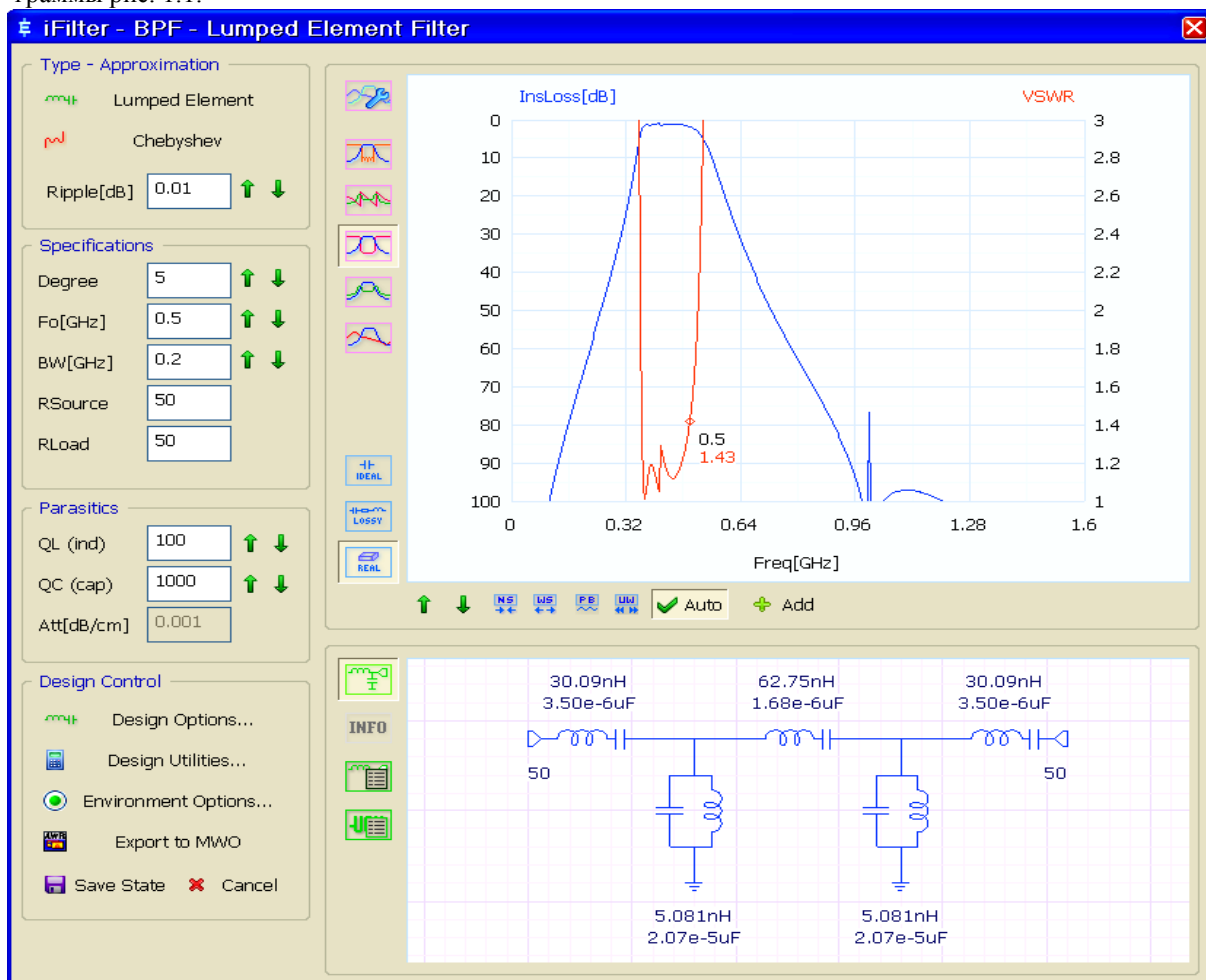
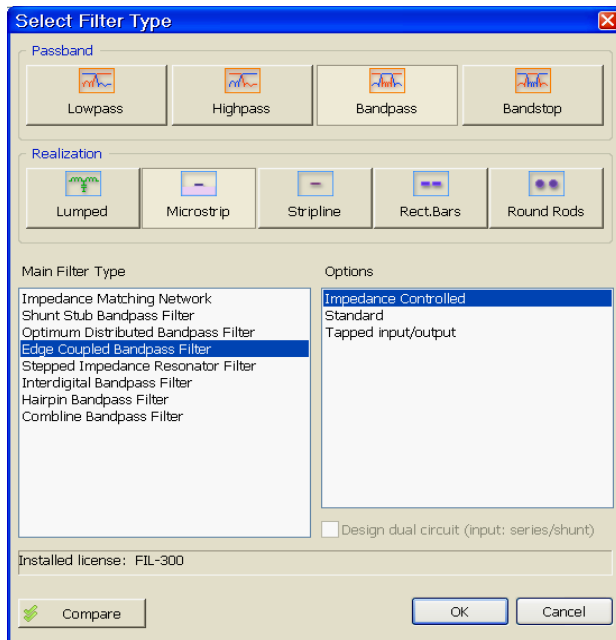
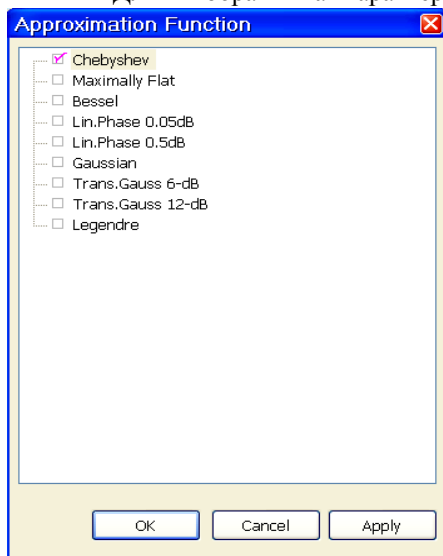

Рис. 1.1
Рис. 1.2
Рис. 1.3
Чтобы запустить iFilter, разверните группу **Wizards** и дважды щёлкните по **iFilter Filter Wizard**. Или щёлкните правой кнопкой по **iFilter Filter Wizard** и выберите **RUN**. Откроется основное окно программы рис. 1.1.
Для выбора типа фильтра щёлкните по верхней кнопке в области **Type – Approximation**. На рис. 1.1 это кнопка **Lumped Element**. Имя кнопки зависит от выбранного типа фильтра. Щелчок по этой кнопке открывает окно **Select Filter Type** рис. 1.2.
**Approximation**. На рис. 1.1 это кнопка **Chebyshev**. Имя кнопки зависит от выбранного типа характеристики. Щелчок по этой кнопке открывает окно **Approximation Function** рис. 1.3.
В поле ввода **Ripple[dB]** в области **Type – Approximation** (см. рис. 1.1) вводится величина пульсаций в полосе пропускания. Нужное значение для пульсаций можно ввести с клавиатуры или щёлкая по кнопкам со стрелками